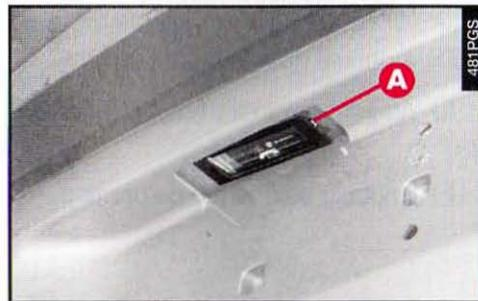

fig. 62
- Sortir le groupe éclairer de plaque en agissant sur l'agrafe (**A-fig. 62**) avec un tournevis à lame plate protégé avec un chiffon souple.